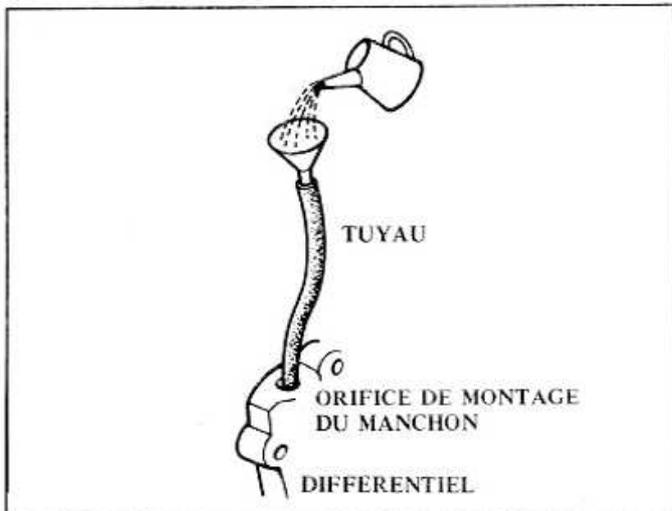

Fig. TM-40 Remplissage de la boîte de vitesse par l'orifice de montage du manchon
- (4) Extraire le manchon de compteur de vitesse en même temps que le câble en veillant à ne pas abîmer le couvercle. Veiller à ne pas tirer le câble à force.
- (5) Remplir la boîte avec l'huile recommandée: 2,3 L (2 38 US qts, 2 imp qts). Le remplissage se fait par l'orifice de montage du manchon comme indiqué à la figure TM-40.
2. Retirer le jonc d'arrêt reliant la tige de commande au levier de changement de vitesse. La figure TM-40 montre l'emplacement des trois boulons et de jonc d'arrêt.